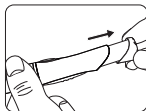

Figura 27
PASO 6: Prepare el dispositivo de punción para punzar. Deslice el control de armado hacia atrás hasta que se encaje en su lugar con un clic. Si no hace clic, es posible que el dispositivo de punción se haya armado cuando se insertó la lanceta. Consulte la figura 27.